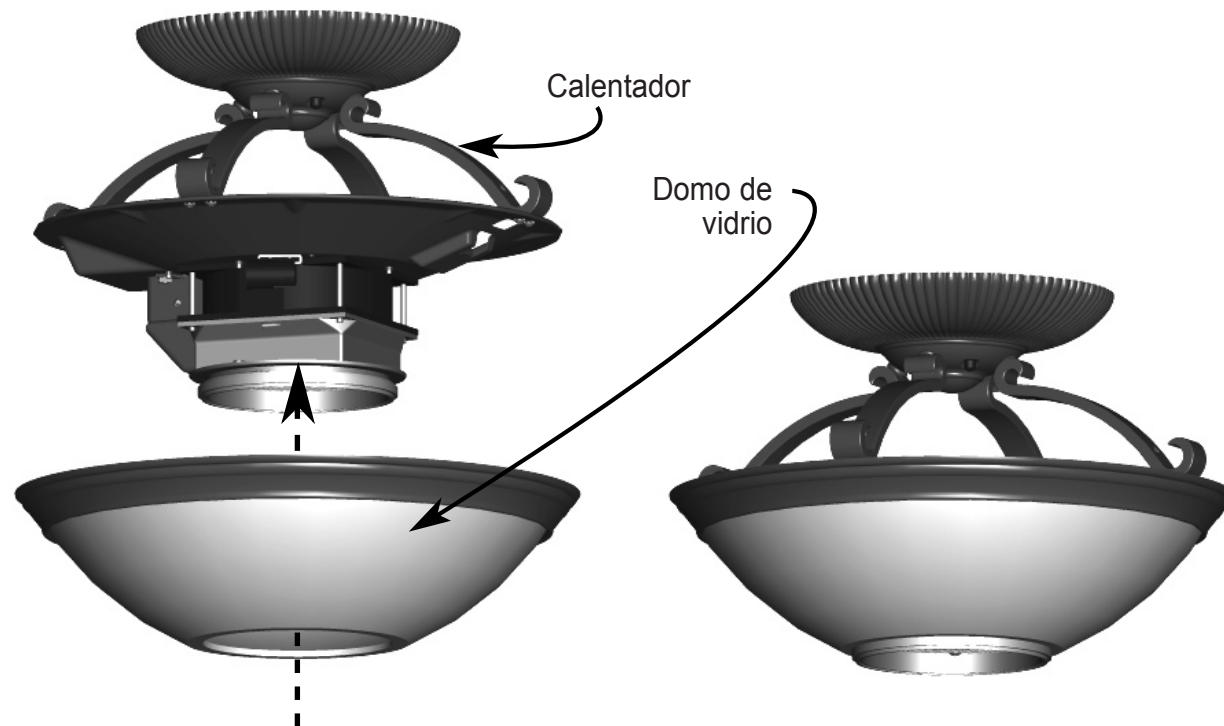

Figura 11a Instalación del domo de vidrio Figura 11b
8) Coloque el Domo de vidrio debajo del Calentador/lámpara como se muestra en la Figura 11a. Luego coloque el domo de vidrio sobre el calentador/lámpara como se muestra en la Figura 11b.